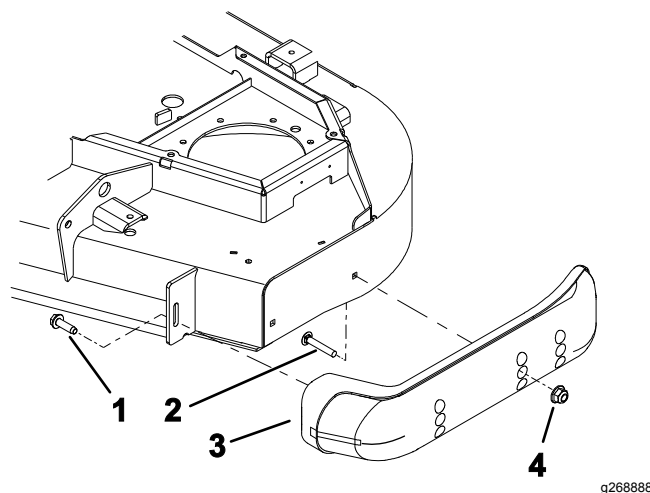

Figura 12
3. Allentate la vite davanti a ciascun pattino (**Figura 12**).
5. Spostate i pattini nella posizione opportuna e fissateli con i bulloni a testa flangiata e i dadi (**Figura 12**).